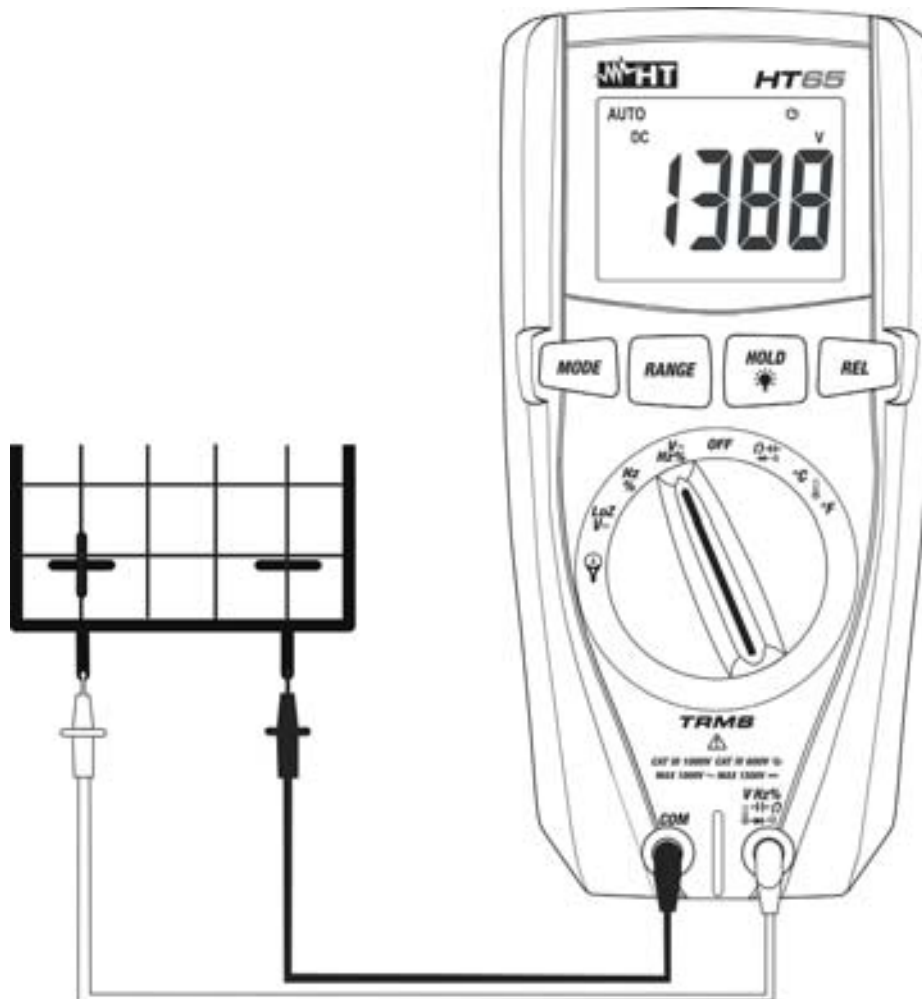

Fig. 2: Uso do instrumento para a medição de Tensões CC
4. Colocar a ponteira vermelha e a ponteira preta respetivamente nos pontos com potencial positivo e negativo do circuito em exame (ver Fig. 2). O valor da tensão é apresentado no display
6. A visualização do símbolo "-" no display do instrumento indica que a tensão tem sentido oposto em relação à conexão da Fig. 2.
4. Colocar a ponteira vermelha e a ponteira preta respetivamente nos pontos do circuito em exame (ver Fig.4) para a medição de tensões CA ou nos pontos com potencial positivo e negativo do circuito em exame (ver Fig.2) para a medição de tensões CC. O valor da tensão é apresentado no display.
6. A visualização do símbolo "-" no display do instrumento indica que a tensão CC tem sentido oposto em relação à conexão da Fig.2.